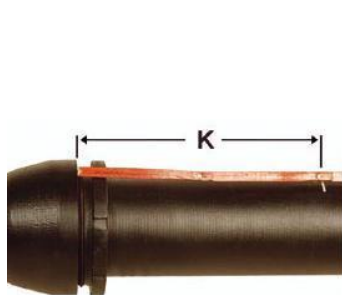

Fig. 1
5. Appliquer une marque de contrôle sur le corps du tube à une distance prédéterminée (K) du manchon pour la surveillance d'un mouvement éventuel en direction axiale. (Voir fig. 1) Après le montage, la distance ne doit pas être supérieure (K).